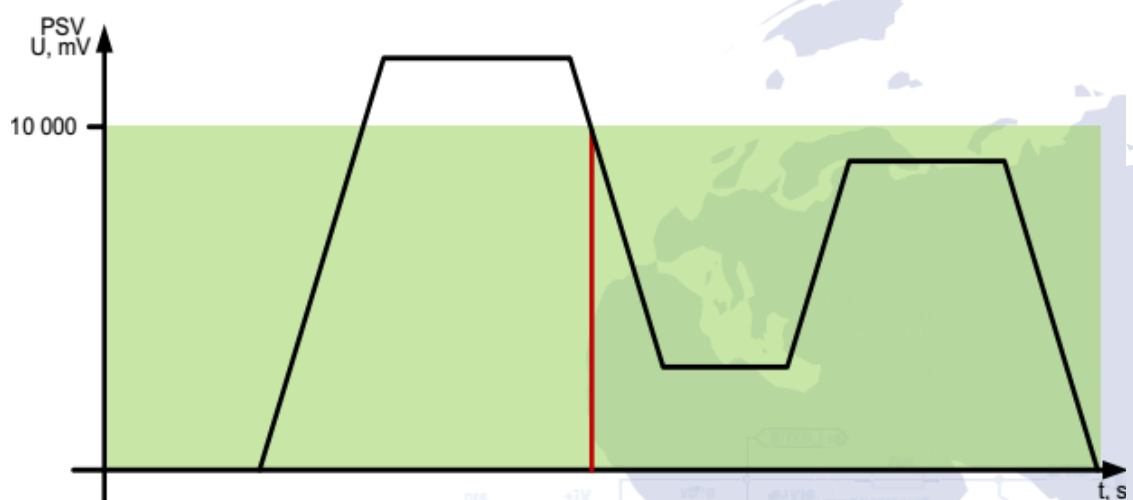

Рис. 7. Генерация события по возврату в диапазон.
*Пример:* Нижний порог напряжения питания задан 0 В, верхний порог – 10 В (10000 мВ). При понижении напряжения ниже 10 В будет сгенерировано событие (рисунок 7).